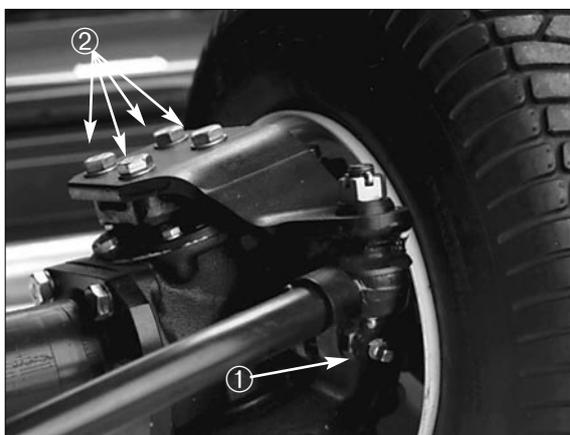

Fig. 6
2. Togliere un tappo di verifica da ciascuna estremità del ponte, e controllare che il lubrificante raggiunga la base del foro. Se è basso, togliere un bullone di montaggio da ciascun tappo all'estremità, e rabboccare fino a portare il lubrificante alla base del foro (Fig. 6).